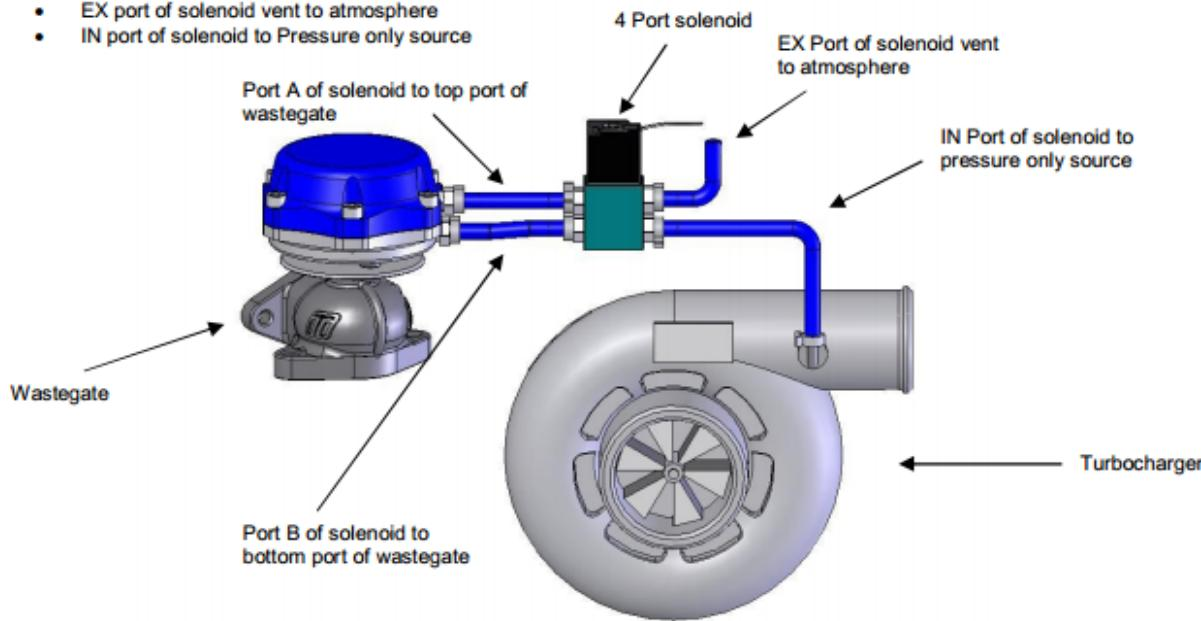

图 5. 涡轮增压控制阀结构图
4. 涡轮增压控制阀(Turbocharger control valve): 图 5 所示为涡轮增压控制阀，一般为电磁阀型。由于需要具备双向开度的控制，所以一般采用 H 桥驱动器，电流范围 0.5~1.5A，并且需要具备闭环线性恒流控制，精度 3%~5%。负载诊断方面需要监测负载短路、负载开路、输出短路到地或者 12V 电源等。